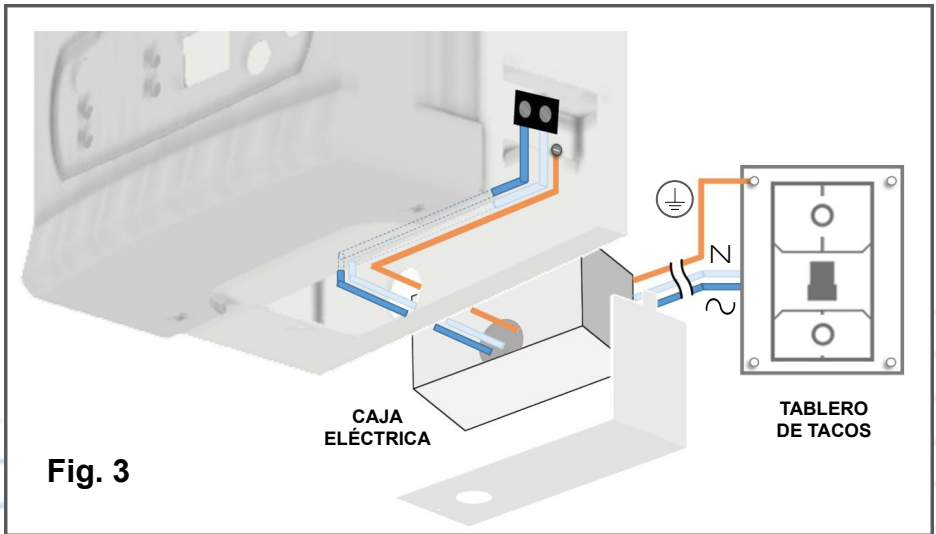

Fig. 3
- 1) Instale hasta el calentador, a través de caja eléctrica (2400 o 5800), dos líneas de alambre o cable 7 hilos cobre **calibre No.10** (ver Nota 2 Pag 11) THHN 90°C (Fig.3). Una para la fase viva y otra para el Neutro. El cable 7 hilos debe ser entorchado fuertemente con pinzas o estañado en las puntas para asegurar un apriete firme en la regleta bornera de conexión eléctrica. Nunca utilice cable multifilar sin terminales y/o especificado para temperaturas o corrientes menores. Se recomienda dejar al menos 15 cm de cableado remanente dentro del equipo. La caja eléctrica debe estar empotrada detrás del equipo, y traslaparse con la abertura circular en la parte posterior del calentador.